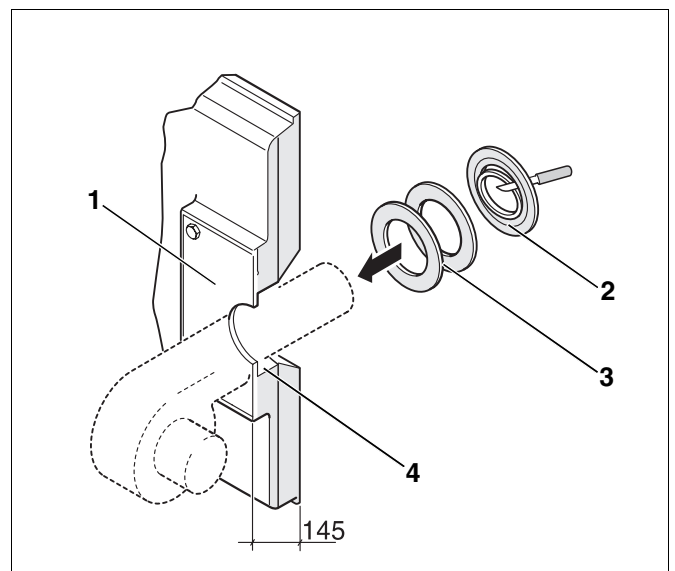

Abb. 64 Brenner montieren (Maß in mm)
- Stahleinlegeplatte (Abb. 64, **Pos. 1**) auf der Baustelle entsprechend dem benötigten Brennerrohrdurchmesser (Ø maximal 270 mm) bohren oder autogen ausschneiden. Löcher für die Brennerbefestigung nach dem Lochbild des Brenneranschlussflansches bohren.
- Isolerringe entsprechend dem Brennerrohrdurchmesser ausschneiden (Abb. 64, **Pos. 2**).
- Den verbleibenden Spalt zwischen Brennertürwärmeschutz und Brennerrohr (Abb. 64, **Pos. 4**) mit den angepassten Isolerringen (Abb. 64, **Pos. 3**) ausfüllen.